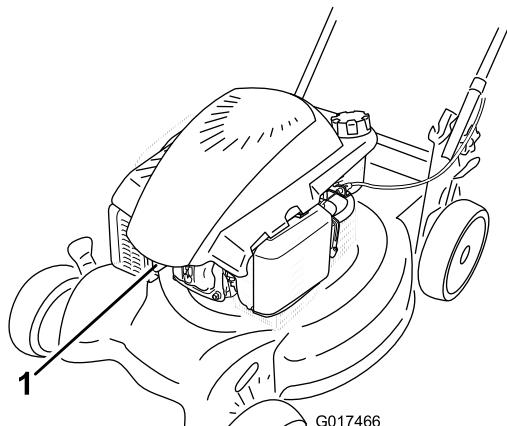

Figure 36
- Débranchez le fil de la bougie (Figure 36) avant de procéder à un quelconque entretien.